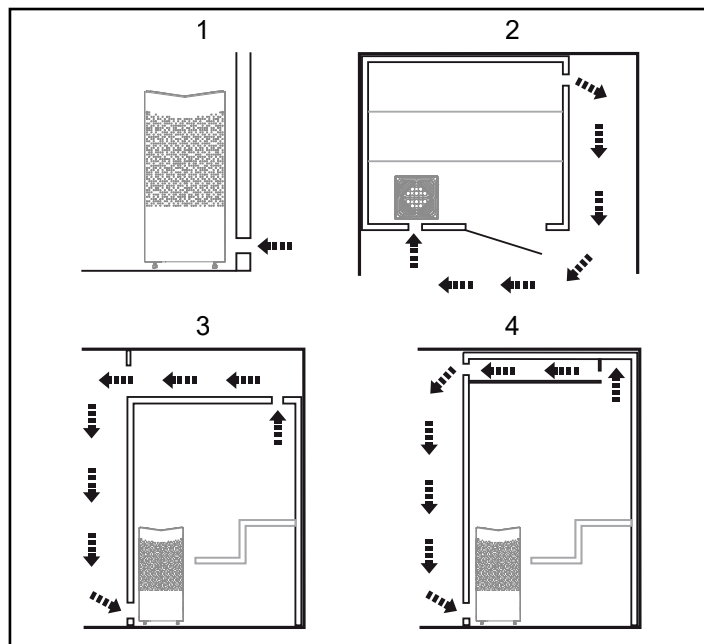

Fig 6: In- och utluftsventilens placering
- Ventilation av bastu ska utföras enligt instruktioner i denna manual (se Avsnittet Inluftsventilens placering, fig 6, Avsnittet Utluftsventilens placering, fig 6).
- Placera inluftsventilen (se Avsnittet Inluftsventilens placering, fig 6).
- Placera utluftsventilen (se Avsnittet Utluftsventilens placering, fig 6).
Manöverpanelen är tillåten att placeras inne i ett Tylö basturum alternativt egenbyggt basturum vars ventilation är utförd och fungerar enligt Tylö förespråkad ventilation (självdagsprincip). Läs avsnitten *Inluftventilens* och *Utluftventilens placering* i denna anvisning, fig 6. Manöverpanelen skall alltid placeras utanför basturummet om inte dessa krav är uppfyllda.
- med maximalt avstånd till inluftsventilen, t.ex. i diagonal (se Fig 6).
- högt på väggen eller i taket (se Fig 6).